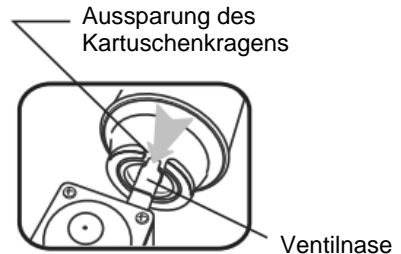

Abb. 6
1. Drehen Sie den Einstelldrehregler (18) auf die **AUS**-Position (17) und stellen Sie den Kartuschenarretierhebel (15) auf die **Aus/Off**-Position (14).
2. Öffnen Sie die Kartuschenschacht-Abdeckung (8) und setzen Sie die Kartusche (7) mit der Aussparung des Kartuschenkragens nach oben in den Kartuschenschacht (6) ein, so dass die Ventillinse des Gaskochers problemlos in die Aussparung passt. (Abb. 6)